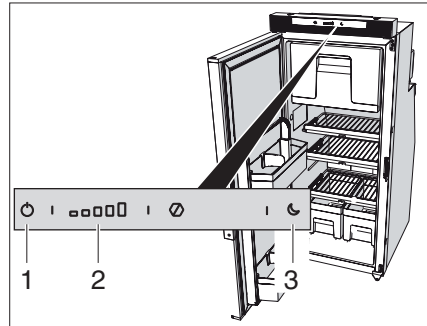

Bild 89 Reglage, knappar i kylskåp
- ▶ Tryck på På/Av-knappen (Bild 89,1) och håll den intryckt i några sekunder.
- ▶ Tryck på eller skjut symbolerna på kylskåpets temperaturinställningsknapp (Bild 89,2) för att välja önskad kylnivå.